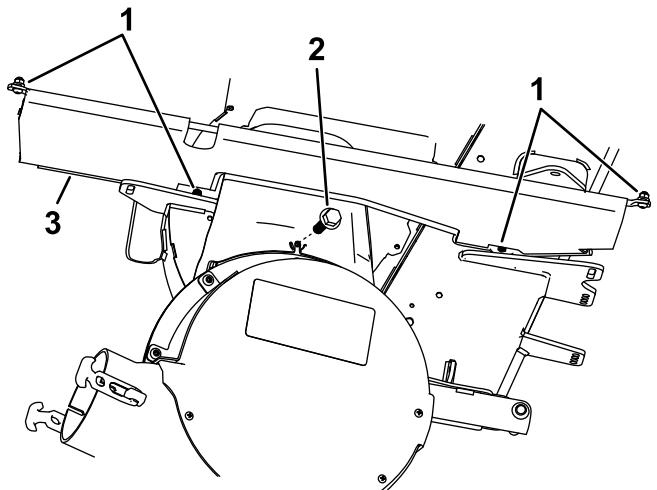

Bild 3
4. Befestigen Sie die neue Abdeckung mit den vorhandenen Befestigungen am Rahmen und Mähwerk (Bild 3).
5. Setzen Sie die Schraube (1/4" x 5/8") in das Loch ein, von dem Sie das Handrad entfernt haben (Bild 3).